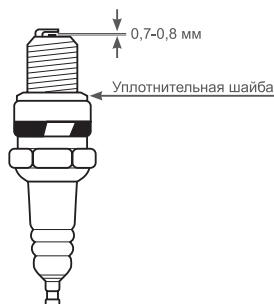

Рис.21 Обслуживание свечи зажигания.
4. Измерьте зазор между электродами свечи зажигания специальным щупом. Зазор должен быть 0,7-0,8 мм (Рис.21). При увеличении или уменьшении требуемого зазора, рекомендуется заменить свечу, так как регулировка зазора может привести к изменению качества искрообразования.